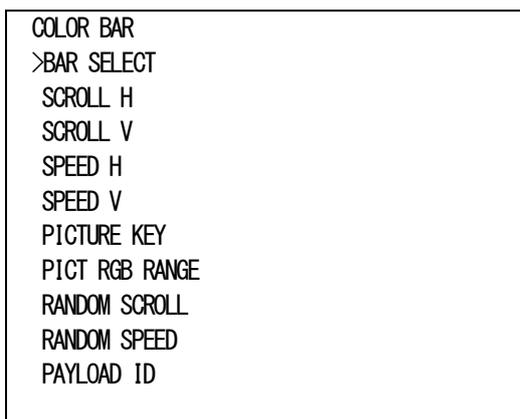

図4-4 オンスクリーンメニュー(COLOR BAR例)
- 1) SDI OUTメニューで「COLOR BAR[CBAR]」を選択し、**ENTER** ボタンを押すと図4-4のような設定メニューが表示されます。